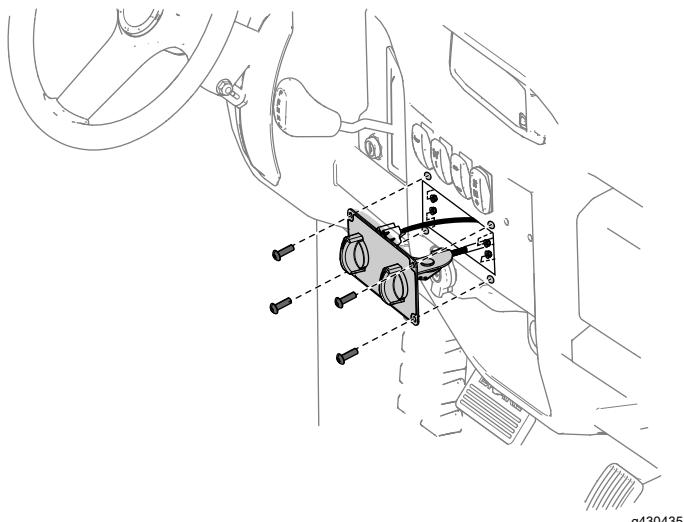

図 10
11. 制御ケーブル、水バルブ、ワイヤハーネスの配設を行い、制御パネルアセンブリをダッシュボードに固定するボタンヘッドボルト5/8"4本とロックナット#10-244個を使用する図10を参照。ボルトを26.3 N·m2.65 kg·m = 30 in-lbにトルク締めする。